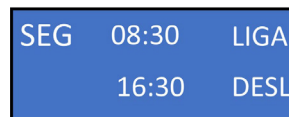

Figura 37
- Para cambiar los horarios, use el botón “arriba” o “abajo” para agregar valor y el botón “abajo” para disminuir, cuando el valor esté definido, pulse el botón “OK” para confirmar y así sucesivamente, hasta que se defina todos los horarios (figura 37).